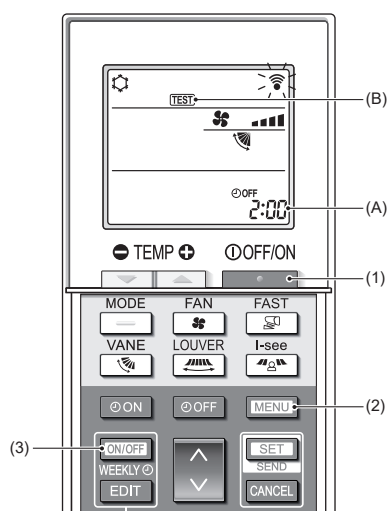

Fig. 7-5
7.2.2. Med trådlös fjärrkontroll (Fig. 7-5)
■ Provkörning (Fig. 7-5)
- Tryck på knappen [ON/OFF] (1) för att stänga av luftkonditioneringen.
- Om veckotimeren är aktiverad (WEEKLY lyser), tryck på knappen [ON/OFF WEEKLY] (3) för att inaktivera den (WEEKLY slocknar).
- Tryck på knappen [MENU] (2) i 5 sekunder.
- Tryck på knappen [MENU] (2).
- TEST (B) tänds och enheten går in i provkörningsläge.